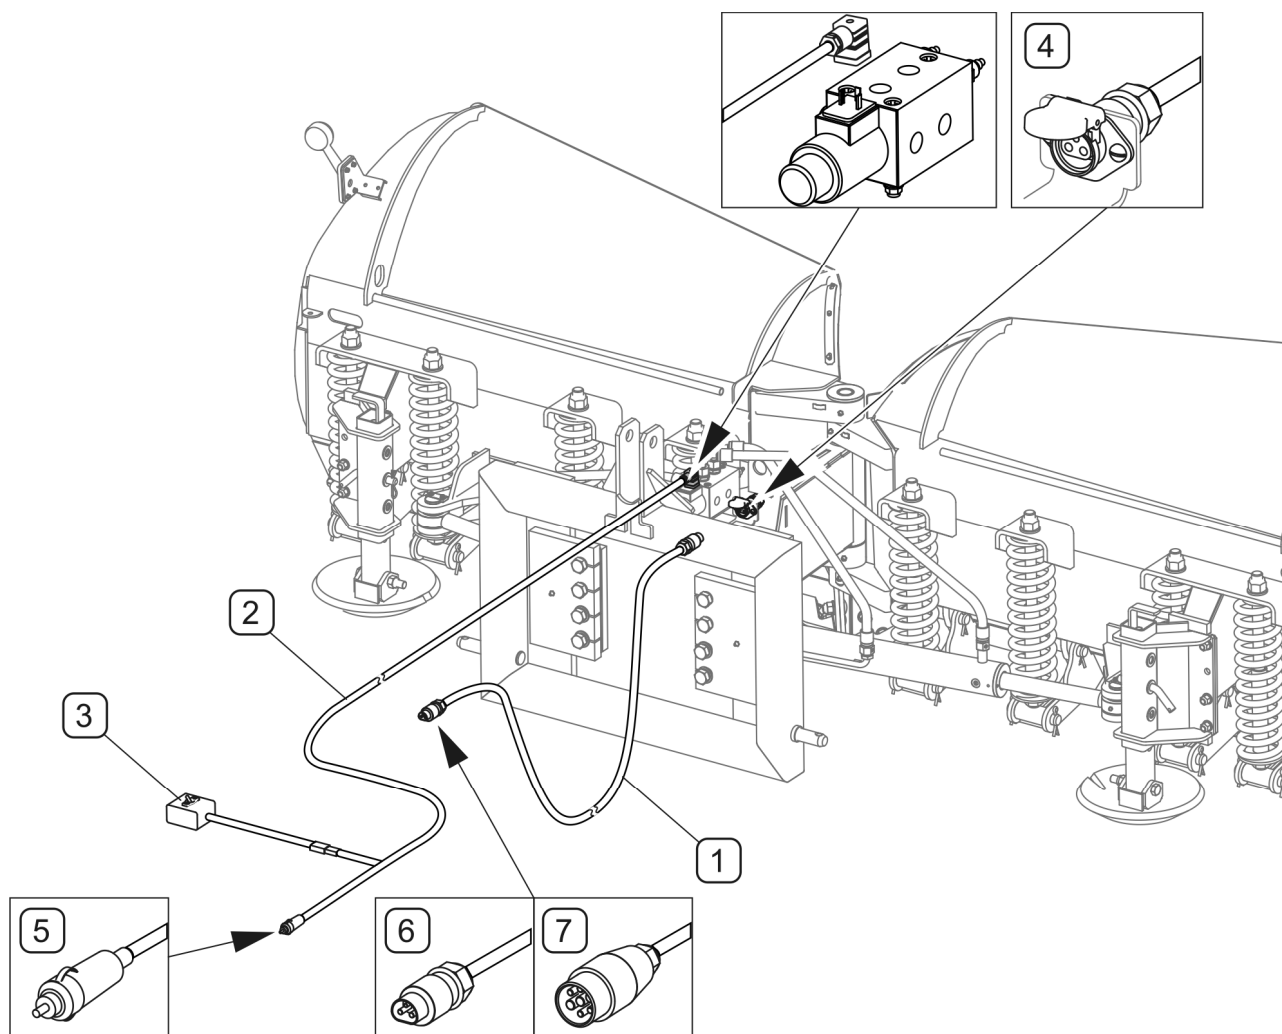

РИСУНОК 4.3 Подсоединение электроосвещения и световой сигнализации
(1) - питающий провод световой сигнализации; (2) - провод управления гидравлическим электроклапаном, (3) - переключатель управления электроклапаном, (4) - 3-пиновый разъем, (5) - прикуриватель; (6) - 3-пиновый разъем, (7) - 7-пиновый разъем (опция)
Подсоединить провод (1) питания светосигнальной системы (РИСУНОК 4.3), 3-пиновым штекером на конце (6) к 3-пиновому гнезду (4) на раме снегоотвала а второй конец провода подсоединить к 3-пиновому гнезду на транспортном средстве (или опционально к 7-пиновому). Провод (2) подсоединить к электроклапану снегоотвала и к гнезду прикуривателя на транспортном средстве. Переключатель (3) разместить в доступном месте в кабине оператора.